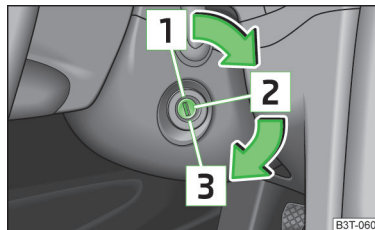

Abb. 122
- Während der Fahrt mit stehendem Motor muss der Zündschlüssel immer in der Stellung [Z] » Abb. 122 auf Seite 134 (Zündung eingeschaltet) sein. Diese Stellung wird durch das Aufleuchten von Kontrollleuchten angezeigt. Wenn das nicht der Fall ist, könnte es unerwartet zur Verriegelung der Lenkung kommen - es besteht Unfallgefahr!
#### Benzinmotoren » Abb. 122
#### Dieselmotoren » Abb. 122
Wenn die **Lenkung gesperrt ist** und der Schlüssel sich nicht oder nur schwer in die Position  » Abb. 122 drehen lässt, dann ist das Lenkrad etwas hin und her zu bewegen - die Lenkungsverriegelung wird dadurch entriegelt.
- Die Zündung einschalten **[2]** » Abb. 122 auf Seite 134.
» Abb. 122 auf Seite 134.